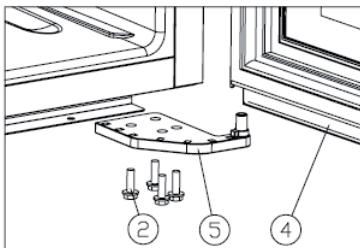

Abbildung 2
3. Lösen Sie die M5 x 16-Schrauben (2) und nehmen Sie das rechte untere Türscharnier (5) heraus (siehe Abbildung 2).